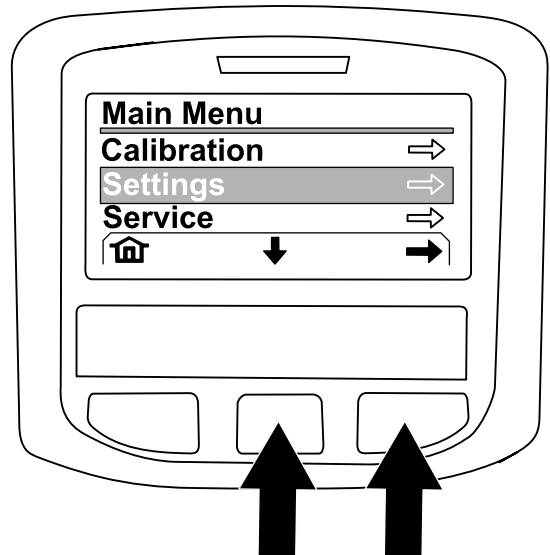

Bild 228
4. Drücken Sie auf dem Bildschirm HAUPTMENÜ die mittlere Taste, um auf die Option EINSTELLUNG zu navigieren; drücken Sie die rechte Taste, um die Option auszuwählen (Bild 228).